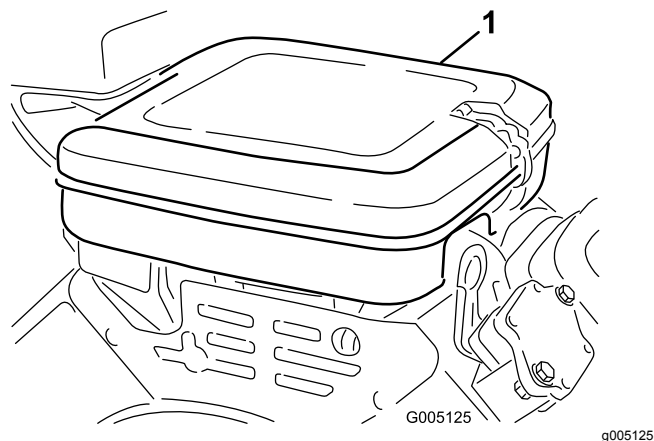

Figura 45
1. Limpe bem a cobertura (Figura 45).